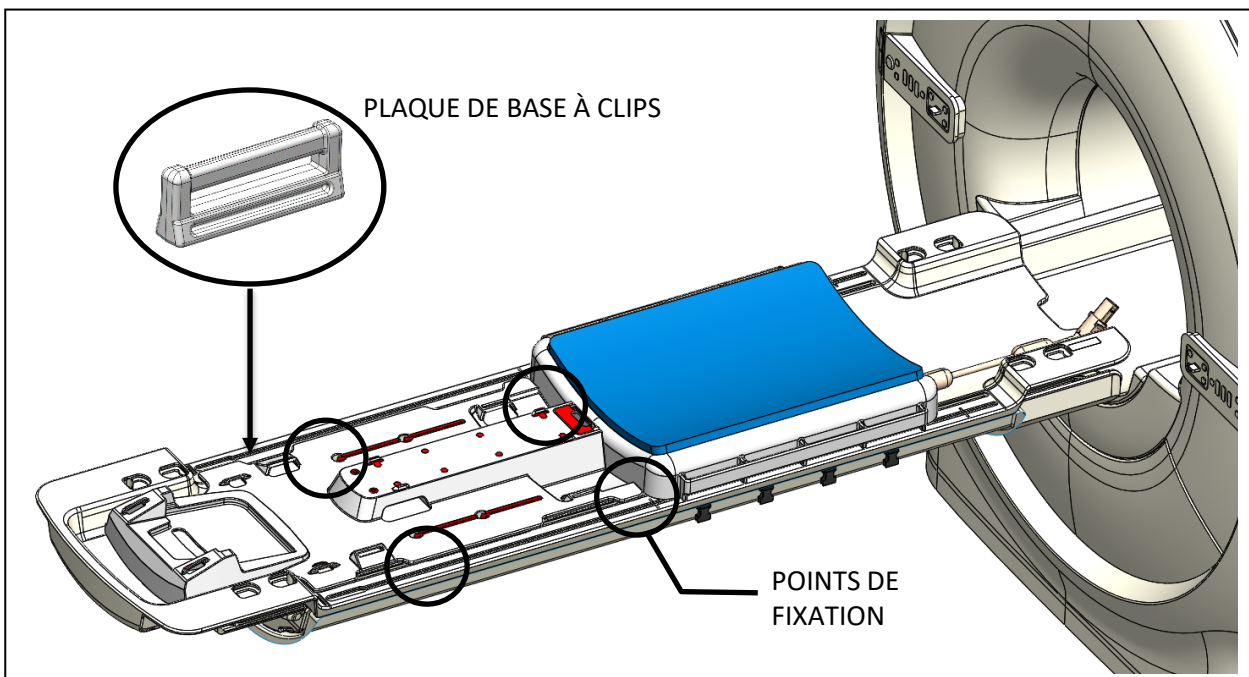

Figure 5 : Insertion de la plaque de base à clips
2. Insérer quatre plaques de base à clips dans les fentes extérieures de la table IRM (deux de chaque côté), et les faire glisser vers le bas pour les aligner avec les points de fixation de la plaque de base. L'ensemble des clips et des sangles sont inclus dans le kit d'accessoires de la plaque de base (Figure 5).